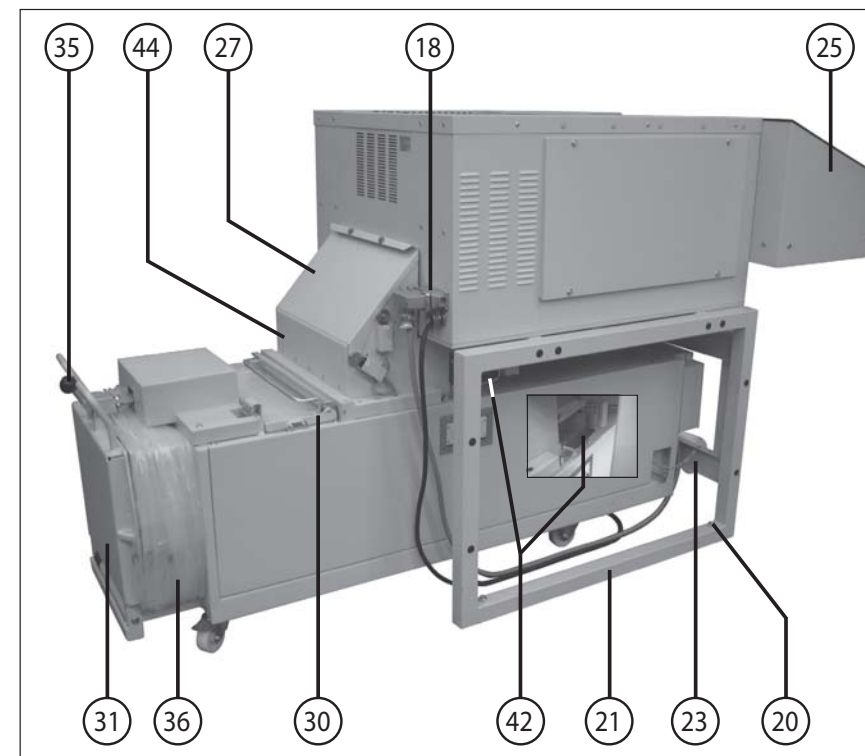

Fig. 2
- 18 = Tomada de corrente (fig. 2)
- 20 = Parafuso de compensação (fig. 2)
- 27 = Tampa (fig. 2 e 5)
- 30 = Válvula de enchimento (fig. 2)